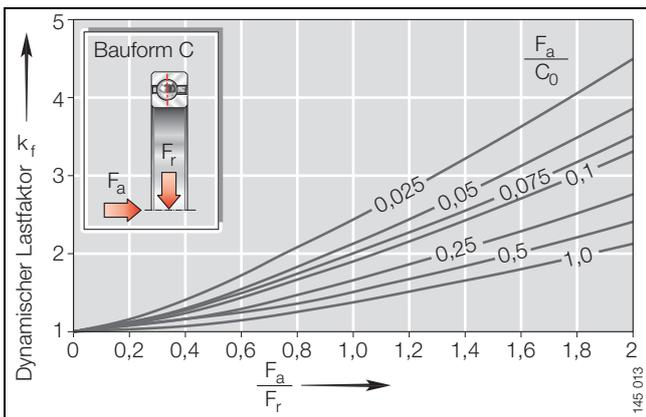
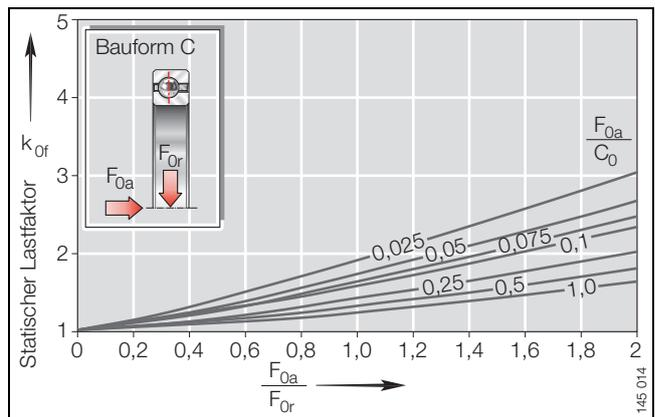

Bild 3 · Dynamische Korrekturfaktoren  $k_f$  für kombiniert belastete, nicht verkippte Rillenkugellager
Bild 6 · Statische Korrekturfaktoren  $k_{of}$  für kombiniert belastete, nicht verkippte Rillenkugellager
- Rillenkugellager, Bild 3 und Bild 6, Seite 49